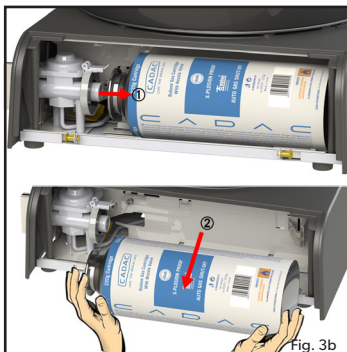

Fig. 3b
- Otwórz pokrywę wkładu i wyjmij wkład w pozycji poziomej (jak pokazano na Rys. 3b).